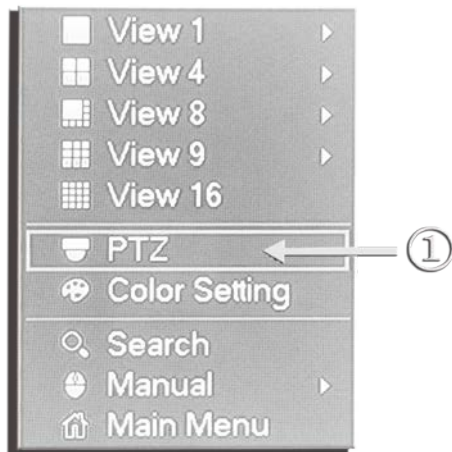
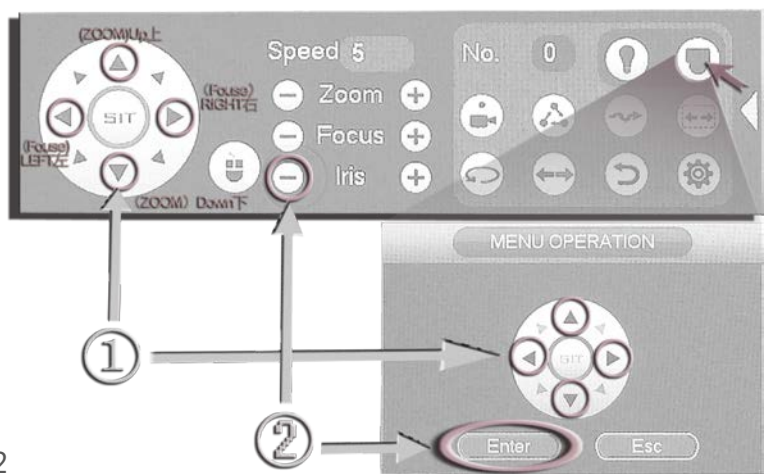

图 1
图 2
如图 1：“①”处通过点击鼠标右键弹出的菜单，点击“ 同轴抑制” 进入到图 2 菜单
如图2：“①”处分别控制自动镜头的Focus Lens方向(near/far)和Zoom方向(wide/tele).在按着Focus “+” / “-” , “◀”/ “▶”或Zoom “+” / “-” , “△”/ “▽”点击Zoom方向(wide/tele)即上下方控制镜头变倍，当该变到你需要的倍数后便松开按键，镜头便会进入自动聚焦至完成聚焦，点“②”处进入摄像机主菜单界面（该为进入 /确认键）。在主菜单界面后，“①”处便成为纯粹的“上” “下” “左” “右” 控制选择键了。